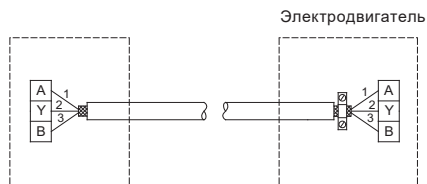

Рис. 10 Подключение 3-жильного экранированного кабеля
- Если устройство не имеет такого зажима, экранирующую оплётку оставляют неподсоединённой с этой стороны, как показано на рис. 10.